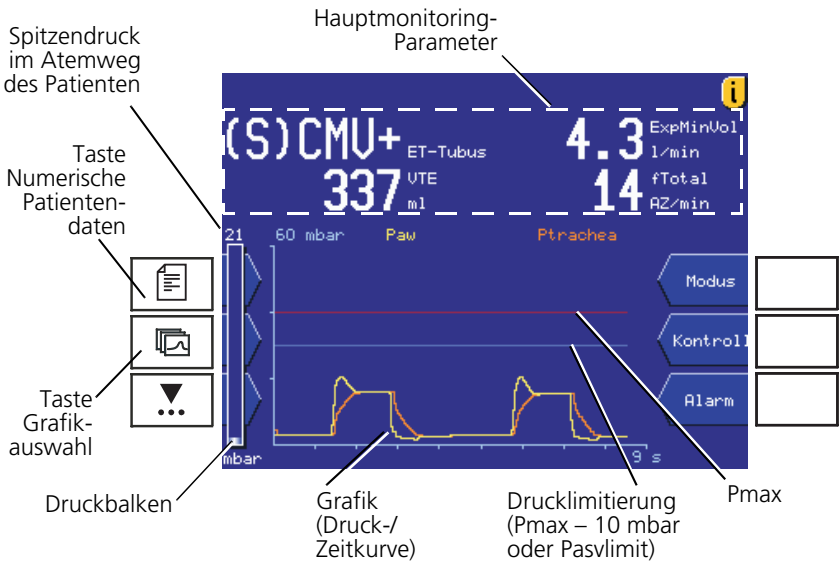

Abbildung 5-1. Basisbildschirm mit Kurve
Während der Beatmung können Sie jederzeit Patientendaten auf dem RAPHAEL Bildschirm anzeigen; Abbildung 5-1 zeigt ein Beispiel dieses Basisbildschirms. Sie können zusätzlich die Fenster Numerische Patientendaten öffnen, in denen weitere Informationen enthalten sind.
Im Basisbildschirm (Abbildung 5-1) wird der Status des Patienten – einschließlich der folgenden Parameter – angezeigt:
2. Wählen Sie den Kurventyp Druck/Zeit, Fluss/Zeit oder Volumen/Zeit, aktivieren Sie ihn und bestätigen Sie die Auswahl. Abbildung 5-1 ist ein Beispiel für eine Druck/Zeit-Kurve.